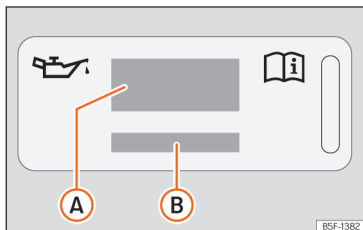

Abb. 209 Im Motorraum: Aufkleber mit Motoröl-Spezifikationen
Legende zur >>> (Abb. 209):
Wenn Motoröl nachgefüllt werden muss, verwenden Sie eines der auf dem Aufkleber angegebenen Motoröle >>> (Abb. 209). Der Aufkleber mit der vorgeschriebenen Motoröl-Norm befindet sich im vorderen Bereich des Motorraums
- Wenn der Aufkleber mit den Motoröl-Spezifikationen >>> [Abb. 209] fehlt, wenden Sie sich an einen Fachbetrieb.